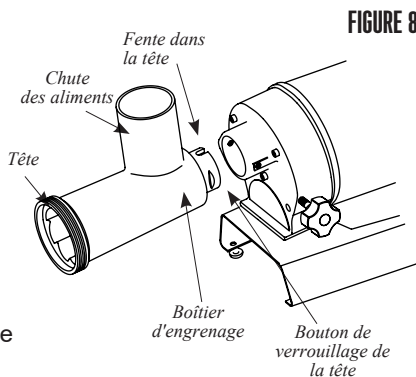

FIGURE 8
1. Insérer la tête dans le boîtier d'engrenage avec la chute d'aliments de la tête faisant face toute droite. Il faut aligner la fente de la tête à la goupille dans le boîtier d'engrenage. S'assurer que la tête est correctement logée dans le boîtier d'engrenages (**FIGURE 8**).